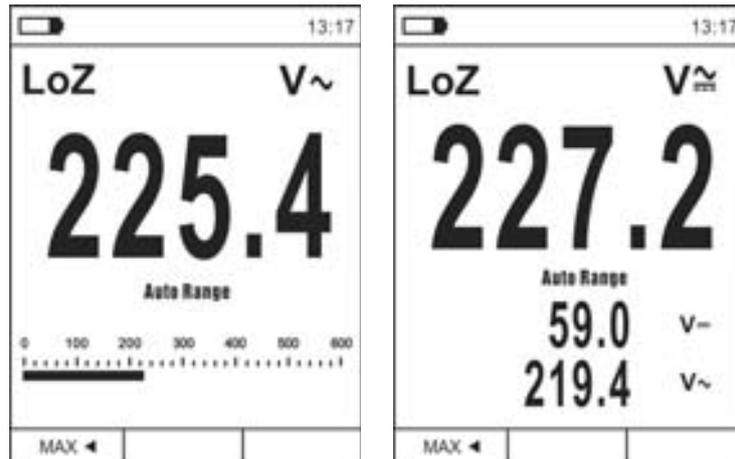

Fig. 10: Description mesure de Tension LoZ
2. Appuyer sur la touche **MODE/VFD** et sélectionner les modes “V \sim ” ou “V \approx ” (voir Fig. 10)